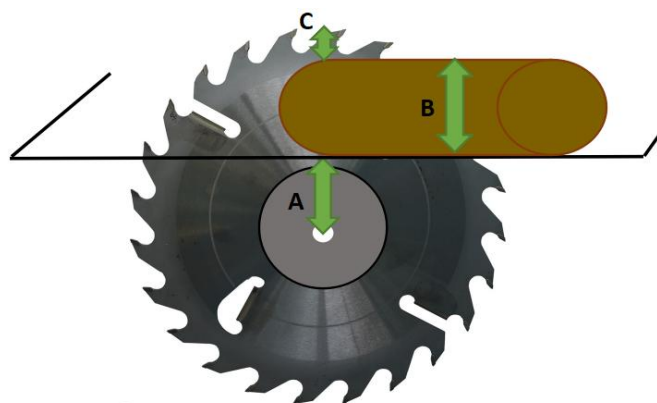

Рисунок 1
C - высота выступа зубьев над распиливаемым материалом (рис.1)
Высота (A) стола (рис.1)